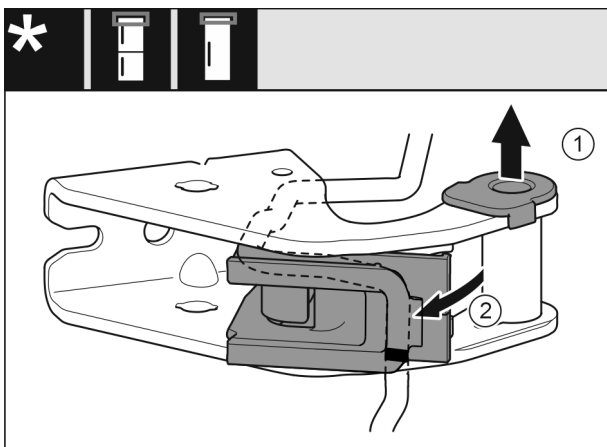

Fig. 14
- ▶ Vedä laakeriholkki ulos ohjaimesta. Fig. 14 (1)
- ▶ Käännä johtopidin ulos. Fig. 14 (2)